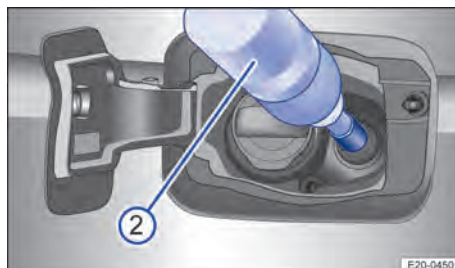

Abb. 181 Hinter der Tankklappe: AdBlue tanken mit der Nachfüllflasche (Prinzipdarstellung).
2. Nachfüllflasche auf den AdBlue®-Einfüllstutzen setzen und Nachfüllflasche handfest festdrehen → Abb. 181.
3. Nachfüllflasche in Richtung Tankeinfüllstutzen drücken und Nachfüllflasche in dieser Position halten → Abb. 181 .